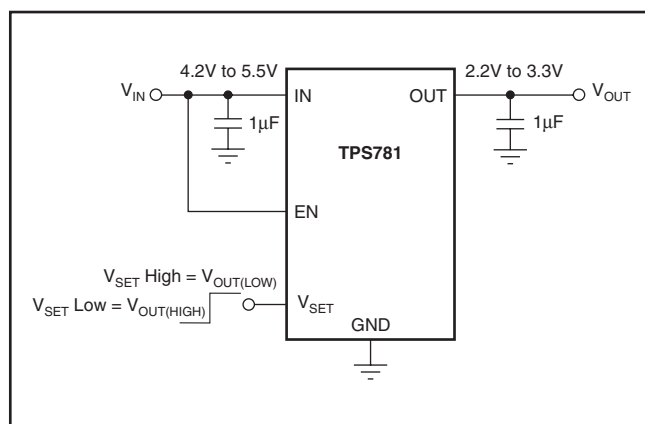
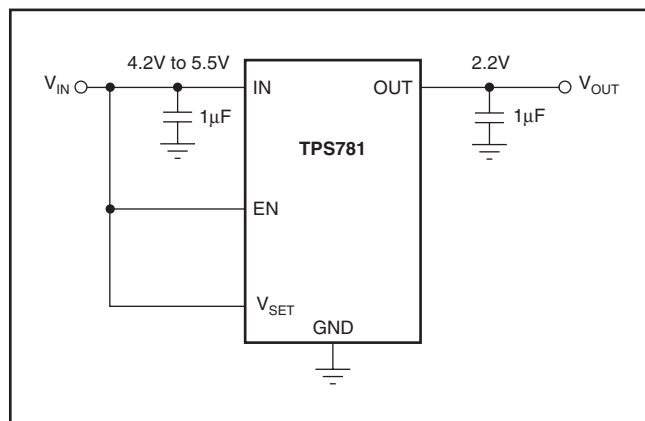

図52. Circuit Showing EN Tied High when Shutdown Capability is Not Required
図53. Circuit to Tie Both EN and V_{SET} High
イネーブル・ピン (EN) はアクティブ “H” レベルで、標準電圧および低電圧のTTL-CMOSのレベルと互換です。シャットダウン機能が必要でない場合は、図52に示されているようにENピンをINピンに接続しなければなりません。図53では、ENとV_{SET}の両方のピンがINピンに接続されています。TPS781シリーズは、内部にアクティブ動作の出力プルダウン回路を持っており、式 (3) に示されている時間 (t) で出力電圧をV_{OUT}の5%以下に下げます。